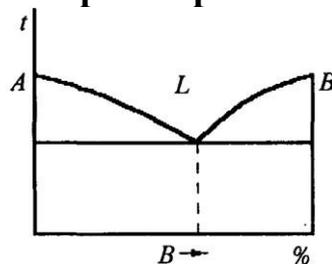

Рис. 26
**61. Какая диаграмма состояния представлена на рис. 26?**